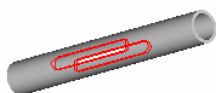
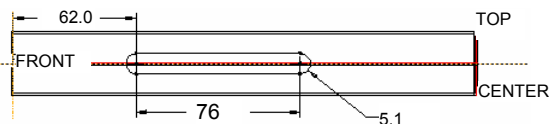
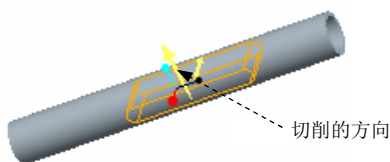

图 5.29.4 实体切削拉伸特征 2
图 5.29.5 特征截面图形
图 5.29.6 选择切削的方向
Step4. 添加图 5.29.4 所示的零件特征——实体切削拉伸特征 2。单击拉伸命令按钮 ；在操控板中按下“移除材料”按钮 ；草绘平面为 CENTER 基准平面，参考平面为 TOP 基准平面，方向为 **左**；特征截面如图 5.29.5 所示；在操控板中的“选项”界面中，设置第一侧、第二侧的深度类型均为 （穿过所有），切削方向如图 5.29.6 所示。